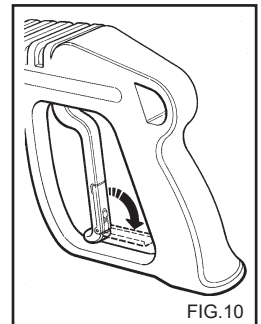

FIG.10
- Quando l'idropultrice non viene utilizzata chiudere il dispositivo di sicurezza dell'impugnatura.(fig.10)